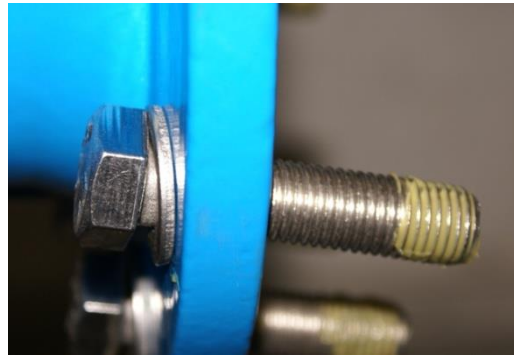

Figura 2
- Applicare un tipo di lubrificante omologato (ad es. grasso Klüber VR69-252) su tutti gli elementi del raccordo a flangia che trasmettono forza (viti / dadi, come da figura 2).